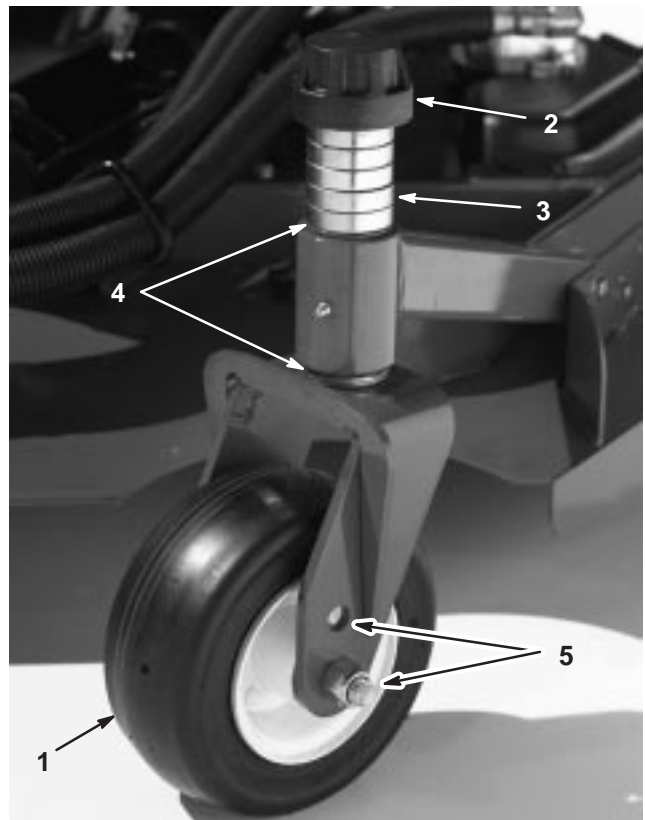

Figure 14
2. Enlevez le chapeau de tension de l'axe de pivot (Fig. 14) et sortez l'axe du bras pivotant. Remplacez les deux cales (3 mm) sur l'axe de pivot comme à l'origine. Elles sont requises pour que les plateaux de coupe soient parfaitement de niveau sur toute la largeur. Placez le nombre requis d'entretoises de 1,25 mm sur l'axe de pivot pour obtenir la hauteur de coupe voulue, puis ajoutez la rondelle.